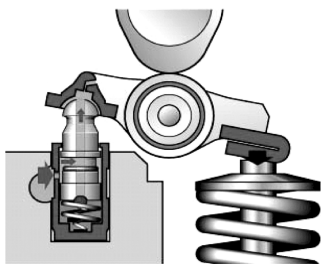

图 1-100 气门升程
(2) **气门升程** (图 1-100) 当凸轮紧贴滚轮时, 下油室中的压力上升, 由于封闭的机油不可压缩, 柱塞无法被继续压入液压缸。此时间隙调节器的作用如同一个刚性元件, 支撑滚轮摇臂, 使相应的气门打开。